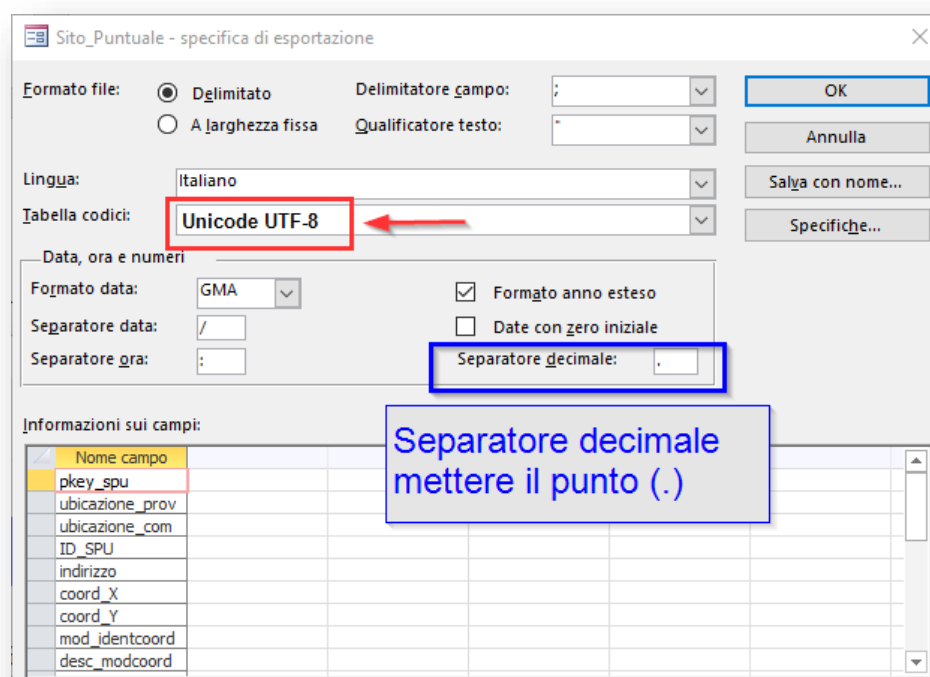

Figura 12 – Specifica d'esportazione del Testo
- c. si aprirà la finestra “**Avanzate...**”. Alla voce “**Separatore decimale**”, immettere “.” (punto). Premere il pulsante “**OK**” (Figura 12);